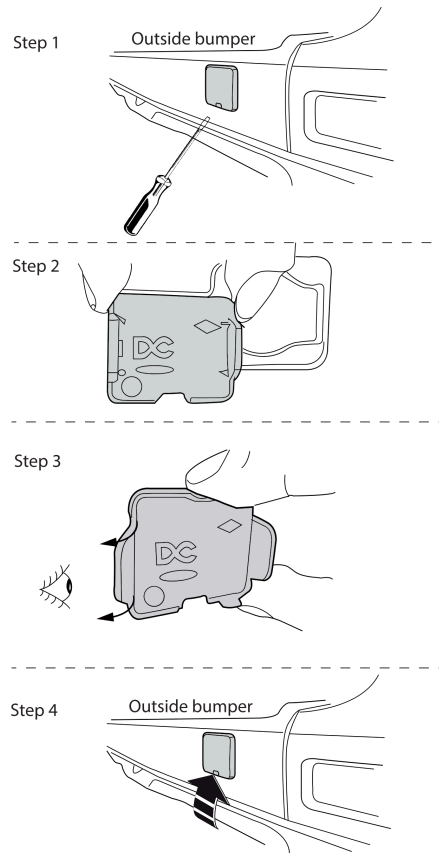

Fig. 5
11. Поставить уплотнение, как указано на рисунке. См. рисунок 5.